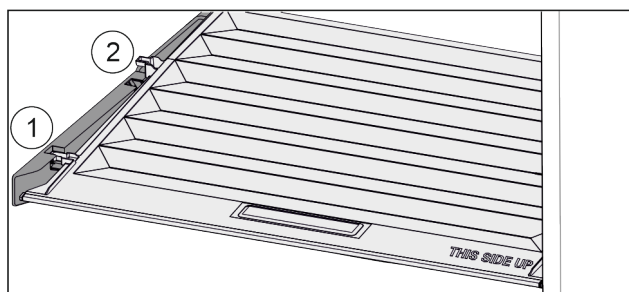

Fig. 60
- ▶ Vytáhněte víko dopředu až k otvoru v přídržných dílech Fig. 60 (1).
- ▶ Vzadu zespodu nadzvedněte a vyjměte směrem nahoru Fig. 60 (2).